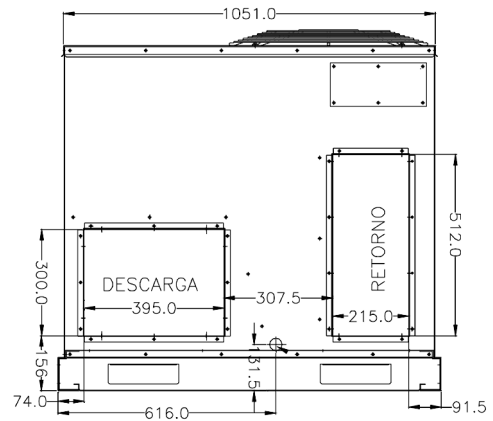

Fig. 7 – Aperturas para Conducto de Inyección y Retorno Horizontal
1. Remover los paneles que cierren las aperturas de suministro y retorno de aire horizontal (Fig. 7)
1. Remover los paneles que cierren las aperturas de suministro y retorno de aire horizontal (Fig. 7).
3. Para retirar la cubierta del conducto de suministro, rompa la etiqueta frontal y derecha de conexión con un destornillador y un martillo. Empuje la rejilla hacia abajo para romper la parte trasera e izquierda de las etiquetas (Fig. 7).